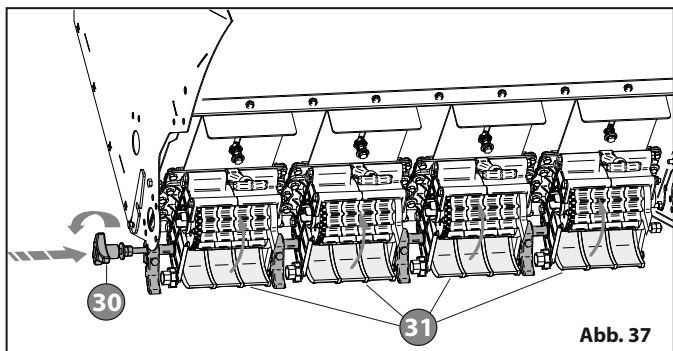

Abb. 37
- Nach Ausführen der Schritte an allen Verteilern die Taster **31** schließen und den Einstellknopf **30** "Abb. 37" nach oben schieben.